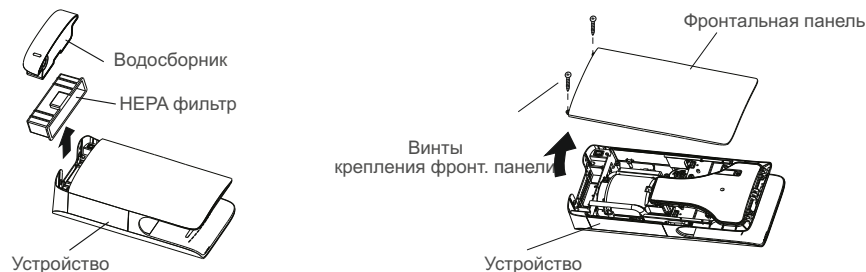

Рисунок 7
- Открутите 2 винта и снимите фронтальную панель, потянув за нижний край, освободив панель от верхних защелок. (Рисунок 7).